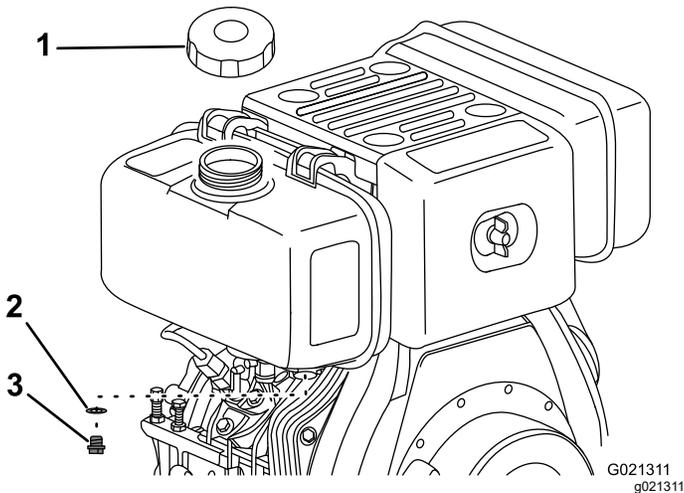

Figure 40
3. Enlevez le bouchon du réservoir de carburant (Figure 40).
4. Retirez le bouchon de vidange et son joint, et vidangez le carburant (Figure 40).
10. Mettez en place le bouchon de vidange assorti d'un joint neuf (Figure 40).